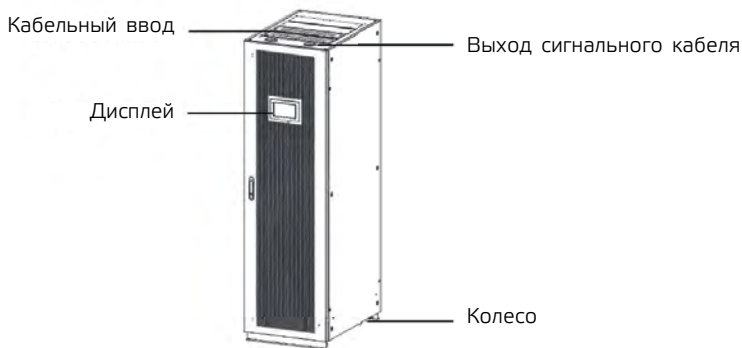

Рис. 1-1 Внешний вид ИБП мощностью 200 кВА и 300 кВА
- ИБП мощностью 200 кВА и 300 кВА имеют одинаковый внешний вид, как показано на рис. 1-1. устройства постоянного тока, а частично преобразуется в переменное напряжение на выходе с помощью инвертора для обеспечения высококачественное, непрерывное и бесперебойное питание.